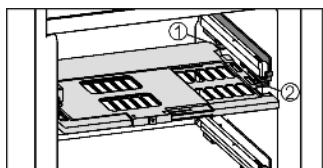

Fig. 32
- ▶ Установка пластины регулировки влажности: поперечные ребра крышки на пластине вставить через низ в задний держатель Fig. 32 (1) и защелкнуть спереди на держателе Fig. 32 (2).